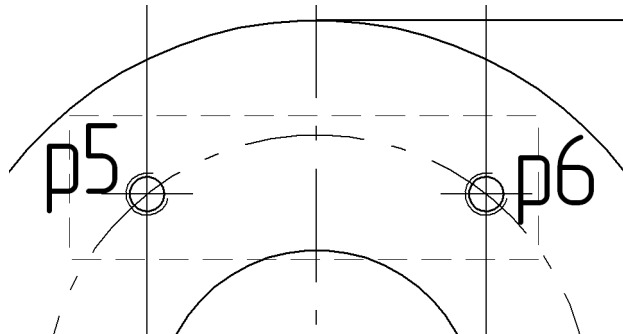

Рис. 51.20.
1. Удалите построенные отверстия. Для этого выделите их рамкой, как это показано на рис. 51.20 и нажмите клавишу *<Delete>*.